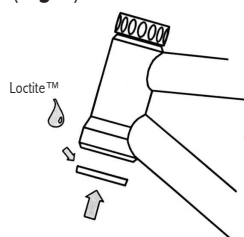

Fig.5
8. Das untere Original-Lager wieder mit Loctite™ einsetzen (**Fig. 5**).
8. Original-Lager (13) mit Loctite™ einsetzen. (**Fig.5**)